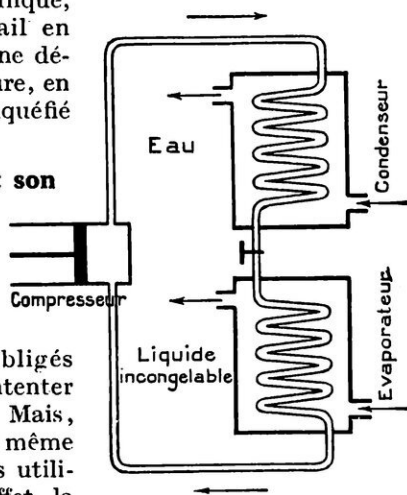

FIG. 13. — PRINCIPE DE LA MACHINE FRIGORIFIQUE A GAZ LIQUÉFIÉ
véritable source de froid, la seule importante, c'est la *machine frigorifique* (fabrication de la glace, conservation des matières alimentaires). Voici quel en est le principe : on a à sa disposition un gaz liquéfié placé dans un évaporateur (fig. 13) et on en produit la vaporisation par aspiration dans un cylindre. L'évaporateur est entouré d'un « liquide incongelable » (1), auquel le gaz liquéfié emprunte la chaleur nécessaire à son évaporation. Le gaz aspiré par le cylindre du compresseur est comprimé par celui-ci dans un condenseur, où il se liquéfie sous l'action simultanée de la compression et du refroidissement produit par un courant d'eau qui circule dans le condenseur. Le gaz liquéfié ainsi obtenu est envoyé intégralement à l'évaporateur (2). Quant au liquide incongelable, il y revient aussi, après avoir passé dans divers appareils